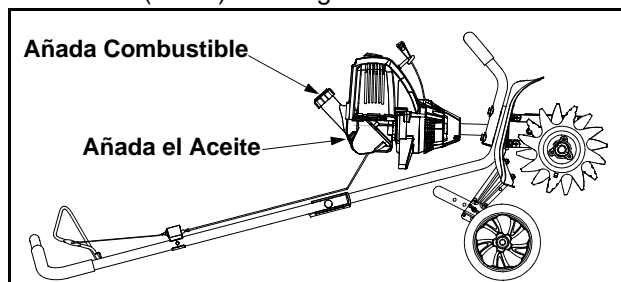

Figura 3
- Añadiendo el aceite, la unidad debe ser puesta atrás en la posición horizontal sobre una superficie plana con la manija superior que toca la tierra(razón). Vea Figura 3.